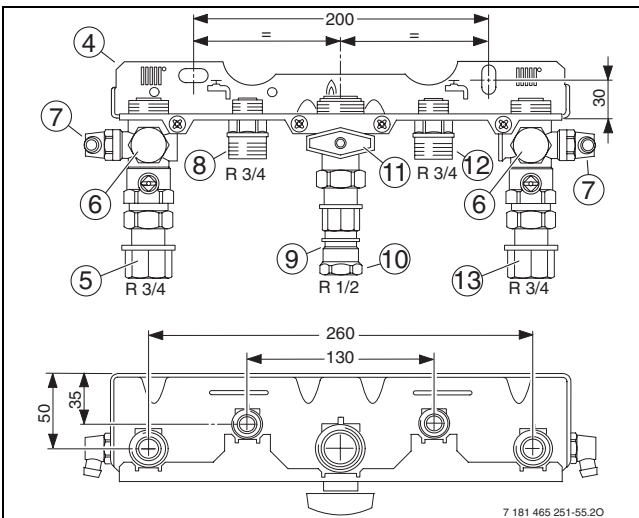
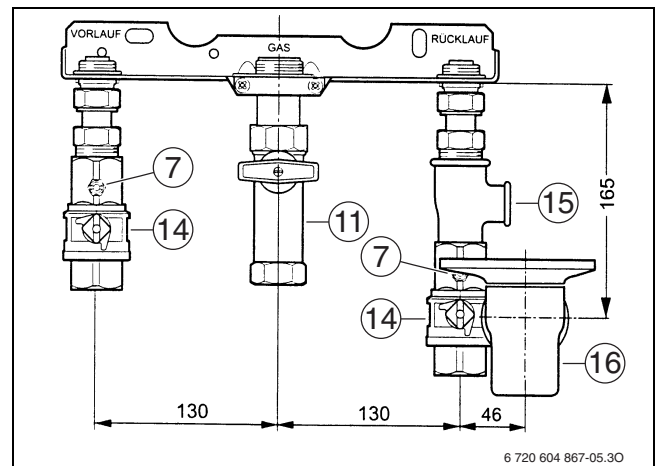

Рис. 46 Монтажная панель, принадлежность № 993 (ZSBR/ZSBE ... и ZBR 28-3 A ...) для настенной прокладки труб
Рис. 47 Монтажная принадлежность, изделие № 759 или № 766 (ZBR 42-3 A), смонтированная с сервисными кранами (дополнительная оснастка) и конусным сифоном
**Пояснения к рис. 46 и рис. 47:**